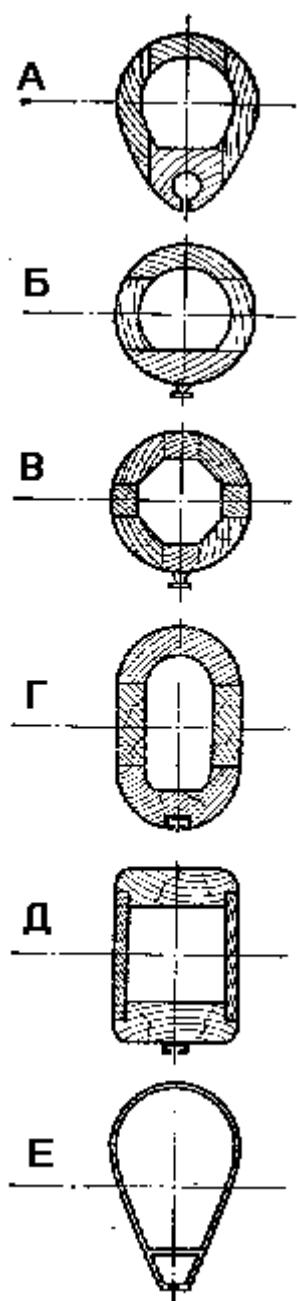
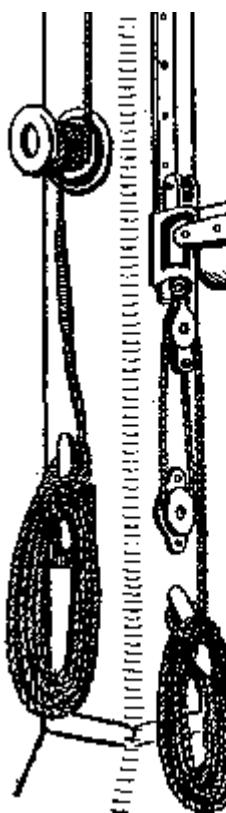

Рис. 37. Сечения рангоута:
Рис. 41. Передвижной вертлюг
Грот крепится к гику своим галсовым углом обычно за соответствующую оковку у пятки (внутреннего конца) гика с помощью такелажной скобы или болта. Нижняя шкаторина грота растягивается вдоль гика **гротом-шкотом** — специальной снастью, заделанной в кренгельс шкотового угла. Передняя и нижняя шкаторины крепятся к гику или мачте одним из следующих способов (**рис. 37**):
— шкаторина продергивается внутрь круглого паза с губками (лик-паза) на гике или мачте (**рис. 37, а и е**); — через люверсы по шкаторинам пришиваются ползуны, которые либо входят внутрь охватывающего их рельса, либо сами охватывают рельс (**рис. 37, б, е, г и д**);
Грот крепится к гику своим галсовым углом обычно за соответствующую оковку у пятки (внутреннего конца) гика с помощью такелажной скобы или болта. Нижняя шкаторина грота растягивается вдоль гика **грота-шкотом** — специальной снастью, заделанной в кренгельс шкотового угла. Передняя и нижняя шкаторины крепятся к гику или мачте одним из следующих способов (**рис. 37**):
На **рис.37** показаны типовые сечения деревянного и металлического рангоута.
**Гик** — горизонтальное рангоутное дерево, к которому одним из способов (**рис. 37**) крепится нижняя шкаторина грота (бизани, фока). Гик грота называется **грота-гик** \*\*\*, гик бизани — **бизань-гик**, гик фока — **фока-гик**. Конец гика, упирающийся в мачту, называется **пяткой**, противоположный конец — **ноком**. Пятка гика имеет оковку, которая входит в вертлюг, позволяющий гику поворачиваться в стороны и вверх. Вертлюг часто делают передвижным вверх по рельсу (особенно на гоночных яхтах), чтобы иметь возможность добрать парус, не трогая фала, при помощи **галс-оттяжки** (**рис. 41**).
Снасть, которая оттягивает галсовый угол паруса к гику, бушприту или палубе, называется **галсом**. Галсовые углы парусов на мелких яхтах и швертботах крепят прямо на оковки рангоута или корпуса, то есть без галсов в прямом смысле этого слова. Галсы передних парусов делают в виде галс-оттяжек. Ими часто снабжают вертлюги гиков, если они передвижные (см. рис. 41). В этом случае фал выбирается в ординар или талями в два лопаря, а полное натяжение шкаторины достигается при подбиании галс-оттяжки.